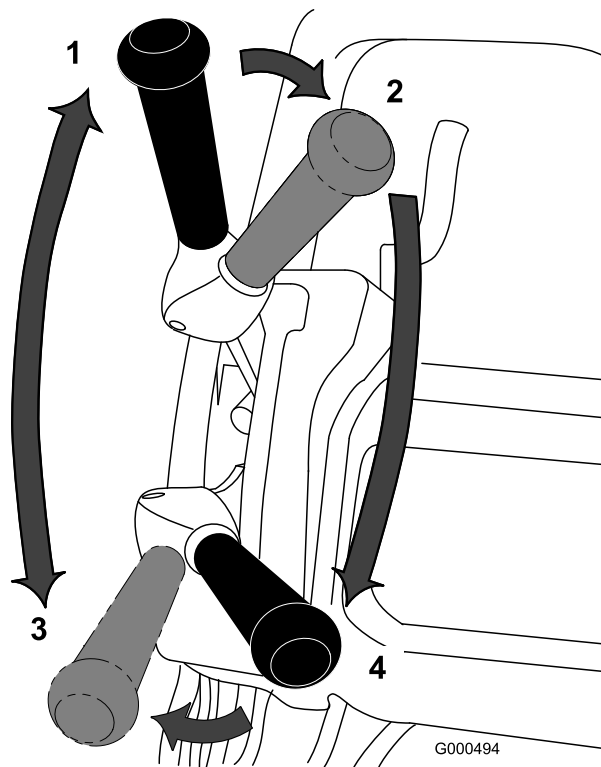

Figure 24
1. Mettez le moteur en marche, réglez la manette d'accélérateur en position de ralenti, appuyez sur le guidon pour relever le plateau de coupe, placez le levier de commande de déplacement en position d'embrayage et transportez la machine à la lisière du green (Figure 24).
2. Placez le levier de commande de déplacement en position de débrayage et le levier de commande du cylindre en position d'embrayage (Figure 24).
3. Placez le levier de transmission aux roues en position d'embrayage, augmentez le régime moteur jusqu'à ce que la machine se déplace à la vitesse voulue, conduisez la machine jusqu'au green, abaissez l'avant de la machine et commencez à travailler (Figure 24).